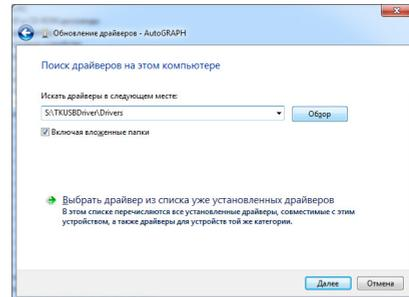

Рис.3.Путь к папке с драйверами.
5. Укажите путь к папке, в которую ранее были распакованы файлы драйвера и нажмите кнопку «Далее» (Рис.3).